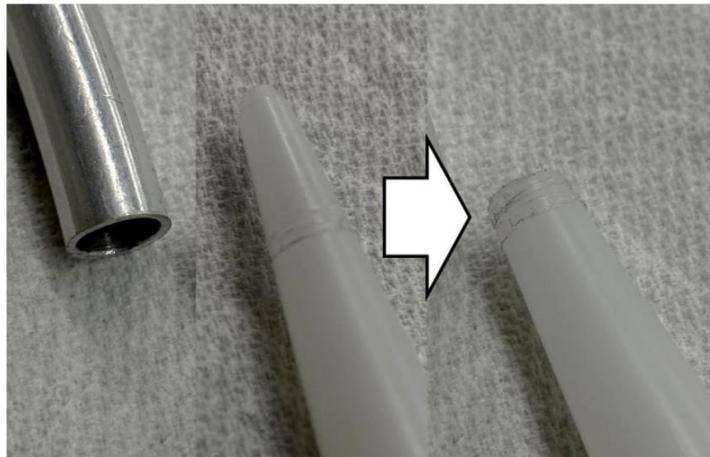

FIGURA 7: CORTANDO A PONTA DO BICO DO SELANTE
Passo 12: Insira a ponta do bico de selante do tanque de combustível MC-236-B1/2 na extremidade do tubo de alumínio e faça uma marca na superfície do bico com a borda do tubo. Em seguida, remova a ponta do bico cortando cerca de 1/4 de polegada (6,4 mm) a mais do que a marca indica. Consulte a Figura 7.